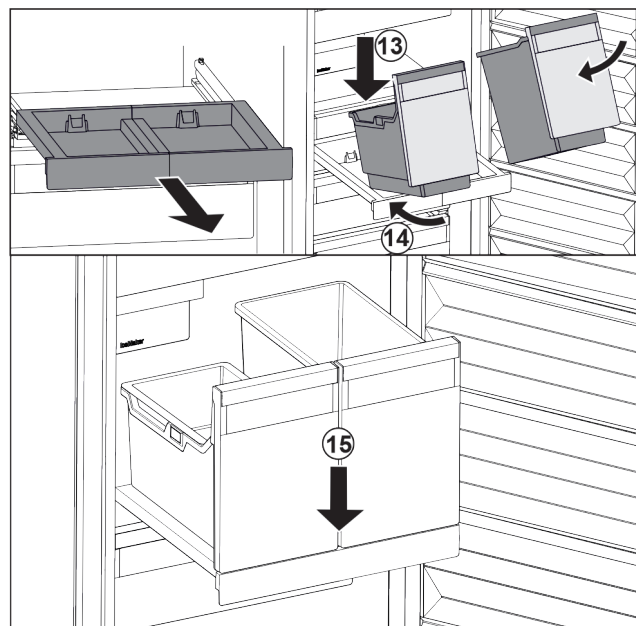

Fig. 102
- ▶ Behälter schräg auf das Auszugsbord aufsetzen. Fig. 102 (13)
- ▶ Behälter schräg nach hinten einschieben. Fig. 102 (14)
- ▶ Behälter vorne absetzen. Fig. 102 (15)